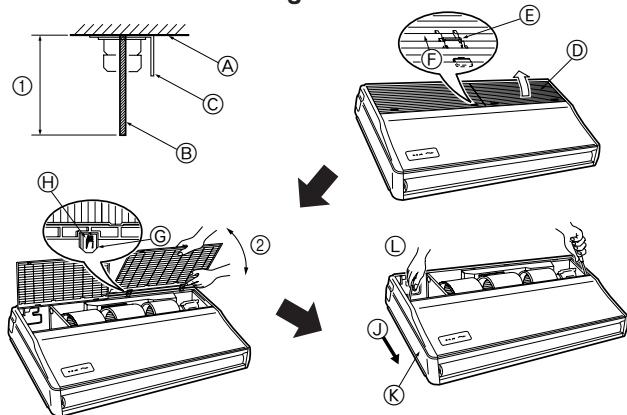

Fig. 3-4
3.2.4. Προπαρασκευή εσωτερικής μονάδας (Fig. 3-4)